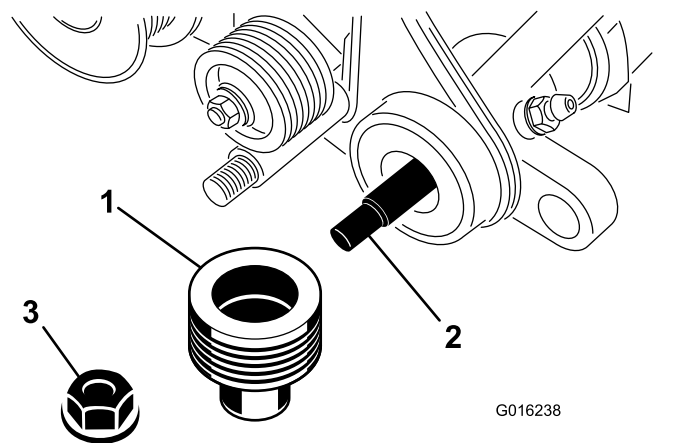

图34
6. 卸下将从动皮带轮固定至疏草刀轴轴端的凸缘锁紧螺母图34。卸下皮带轮。